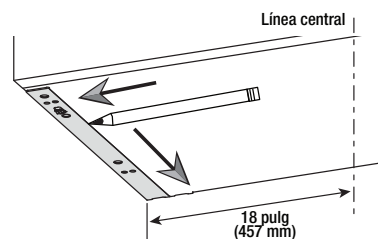

Fig. 17-1
- Alinee el soporte contra el borde lateral de la alacena de 36 pulgadas (915 mm) y de la pared posterior. Dibuje una línea a lo largo del borde interior del soporte, como se muestra en la fig. 17-1.